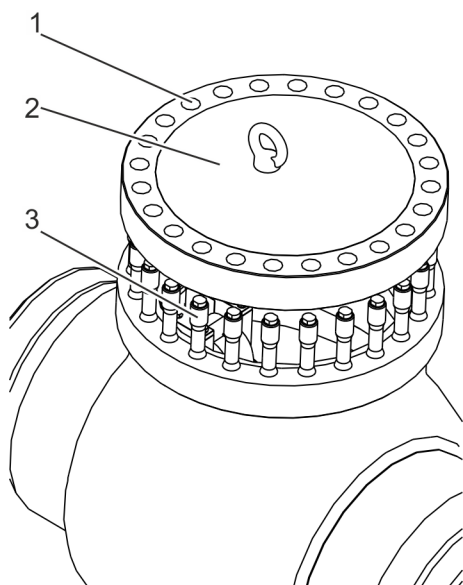

Fig. 22: Montar la tapa de la válvula
9. ▶ Levante la tapa de la válvula (Fig. 22/2) del cuerpo de la válvula con el equipo de elevación.
10. ▶ Asegúrese de que los ejes de los orificios (Fig. 22/1) de la tapa de la válvula y de los espárragos roscados (Fig. 22/3) unidos al cuerpo de la válvula coincidan.
Con el equipo de elevación, baje lentamente la tapa de la válvula (Fig. 22/2) hasta encajarla en los espárragos roscados unidos al cuerpo de la válvula.